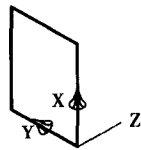

图 1.8 绘制矩形
- ② 坐标系 Y 轴旋转 -90° , 用直线 (LINE) 命令绘制矩形, 如图 1.8 所示。